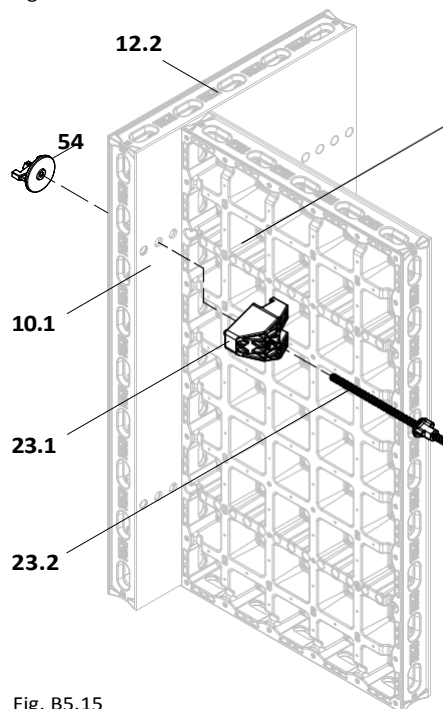

Fig. B5.15
1. Разглобете Ъгловия съединител DUO (23), и навийте гайката (53) на Ъгловия анкер DUO.
2. Поставете елемента DMP 75 (12.2) под прав Ъгъл пред последния елемент. (Fig. B5.15)